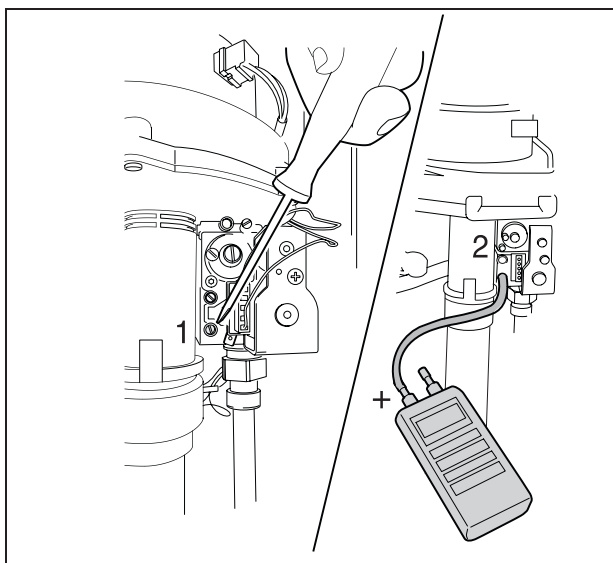

Fig. 30 Misurazione della pressione in entrata del gas
- Aprire di due giri la vite di tenuta della presa di pressione in entrata e collegare lo strumento per la misurazione (fig. 30).